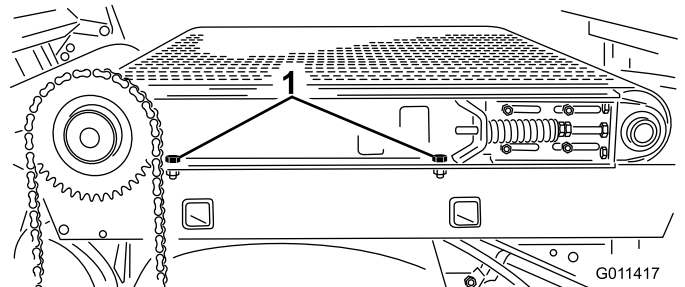

Figura 34
- 6. Desaperte (2) os parafusos, anilhas e porca, do lado direito da máquina, fixando a plataforma corredeira ao chassis (Figura 34). Certifique-se de que os parafusos e porcas estão soltos o suficiente para permitir a plataforma corredeira seja tombada.